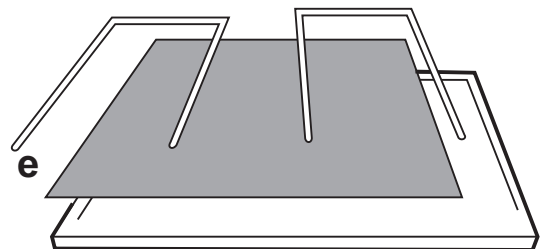

Abb. 3
3. Entfernen Sie die Haltevorrichtung des Fettfilters. **Abb. 3 (e)**